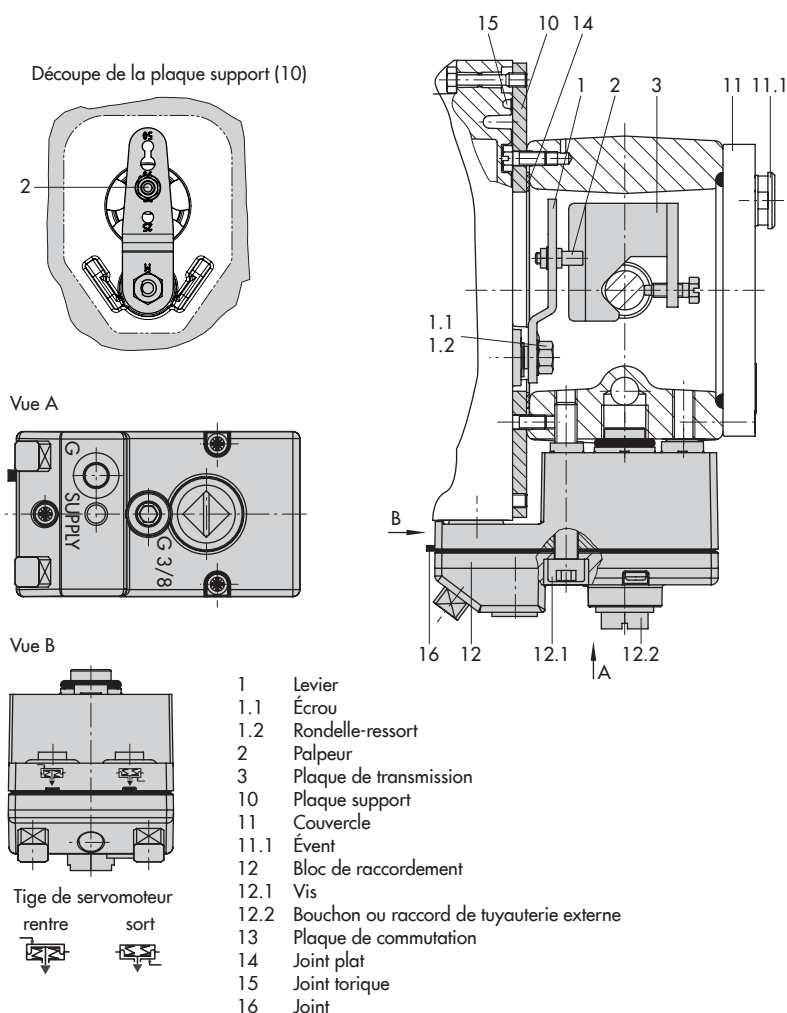

Fig. 5-9: Montage direct – Raccord de pression de commande pour servomoteur type 3277 de 175 à 750 cm2
- ➔ Servomoteurs 175 à 750 cm2 (Fig. 5-9)
2. Placer la plaque de transmission (3) sur la tige de servomoteur en vérifiant que la vis de fixation est positionnée correctement dans la rainure de la tige de servomoteur.
3. Fixer la plaque support (10) sur le servomoteur de sorte que la partie étroite de la découpe (Fig. 5-9, à gauche) soit orientée vers les raccordements pneumatiques du positionneur et que le joint plat (14) collé se trouve du côté de l'arcade.
4. Vérifier la position du palpeur (2) sur le levier M (1). Lire la situation de montage dans les tableaux des courses, et ajuster la position du palpeur si nécessaire (cf. chap. 5.4).
5. Placer le joint torique (15) dans la rainure du corps du positionneur.
6. Placer le positionneur sur la plaque support de sorte que le palpeur (2) repose sur la plaque de transmission (3). Ajuster le levier (1) en conséquence et le maintenir en utilisant le dispositif de blocage de